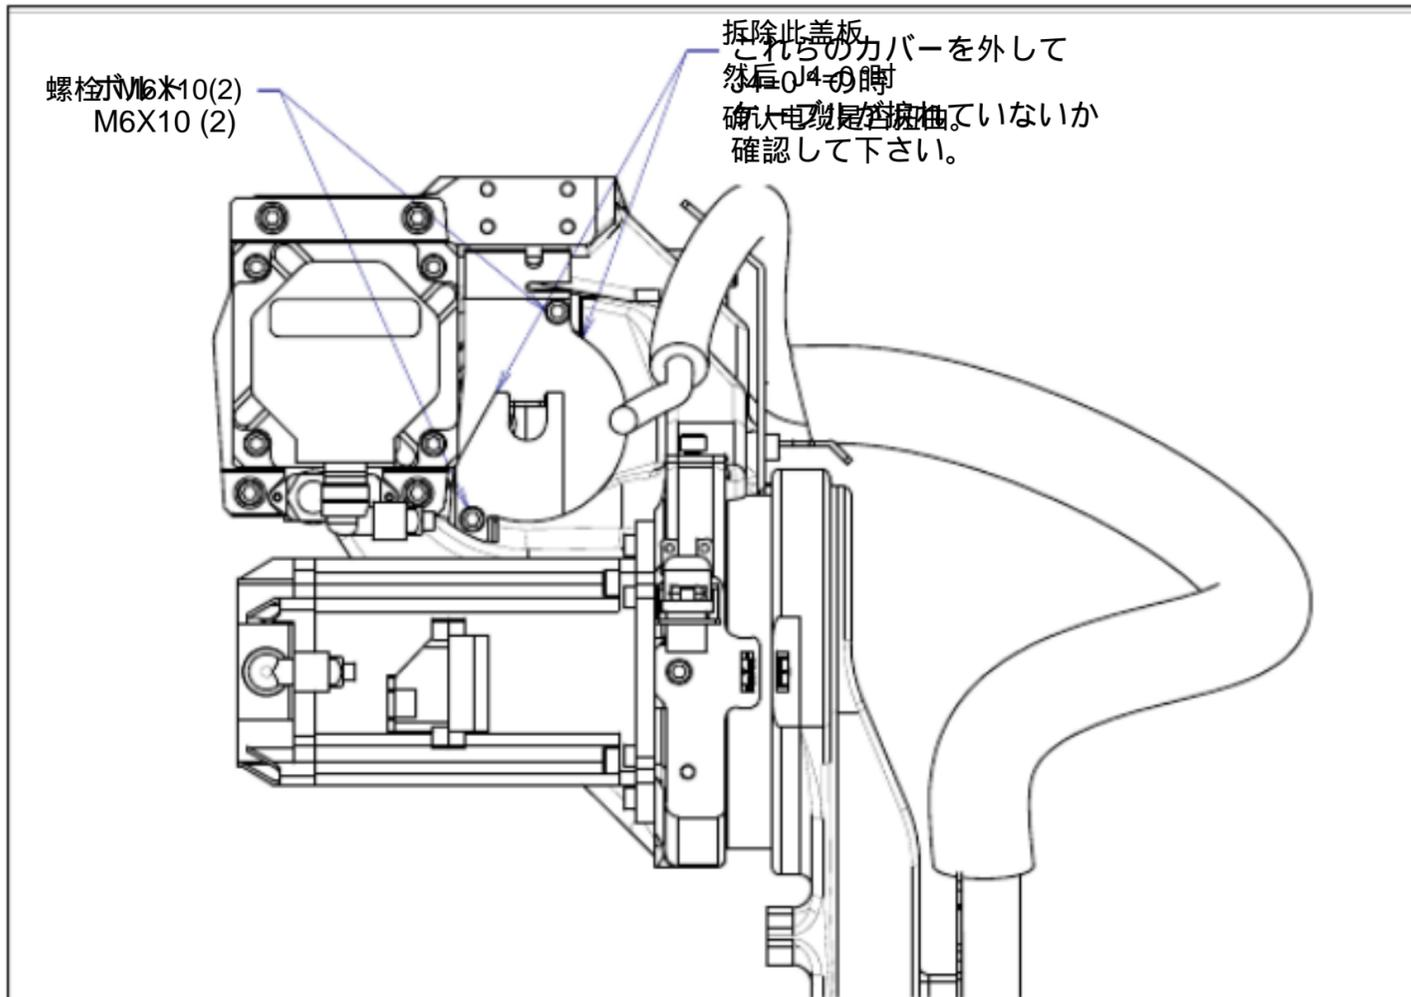

图 8.1 电缆的状态的确认 (J4 轴)
- 3 J4 轴，从正确的零点标定位置使轴旋转一周进行对合时，机构部内电缆会发生损伤。零点标定时大幅度移动轴而弄不清正确的旋转位置时，请拆下配线板或者盖板，确认内部电缆的状态，之后再正确的位置进行零点标定。有关确认步骤，请参照图 8.1。